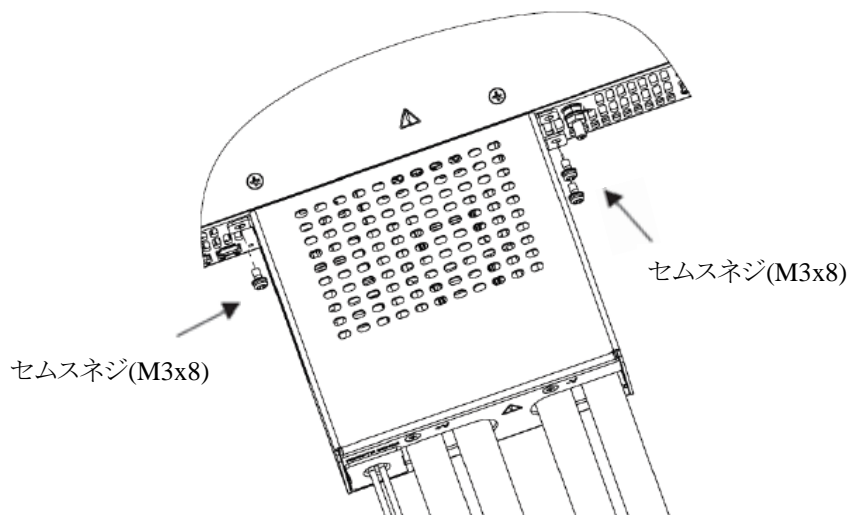

図4-63 出力端子カバーのリアパネルへの取り付け方法
5. 図4-63に示すようにセムスネジ(M3x8、製品に添付されています)を使用して、電源のリアパネルに出力端子カバーを取り付けます。